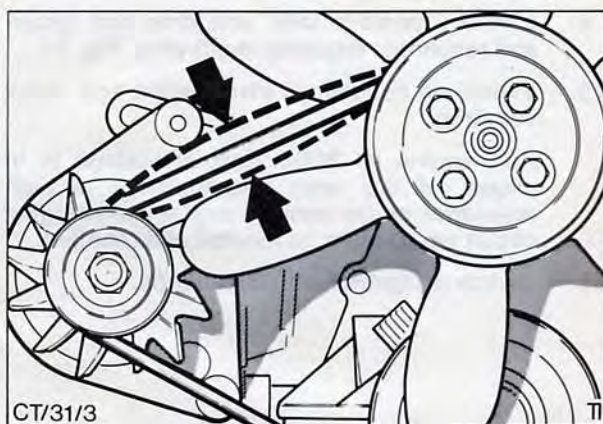

Fig. 8. Checking fan belt tension
2. Check fan belt tension, Fig. 8.